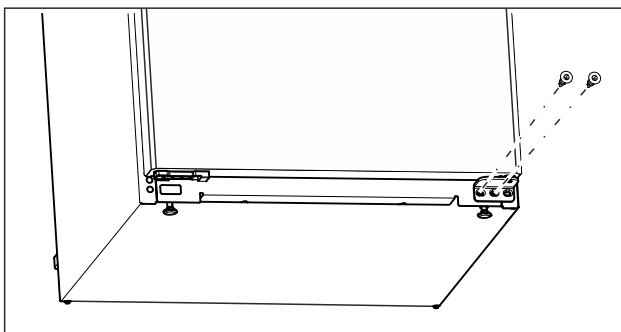

Fig. 15
- ▶ Në bazamentin mbështetës poshtë, lironi vidën e mesit me një kaçavidë Torx 20. (shihni Fig. 15)
- ▶ Në bazamentin mbështetës poshtë, lironi vidën e brendshme me një kaçavidë Torx 20. (shihni Fig. 15)